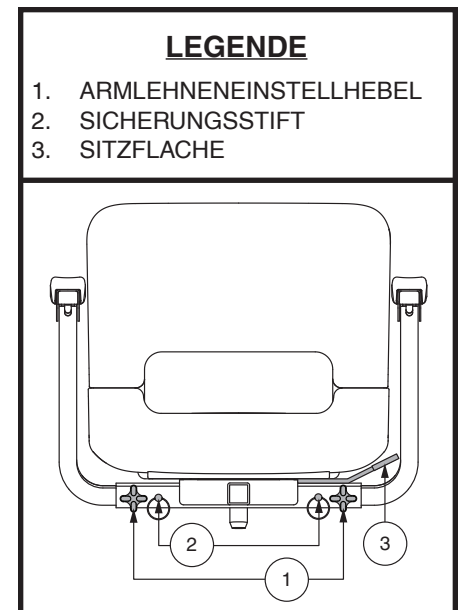

Abb. 14. Sitzeinstellungen
1. Lösen Sie die Armlehneinstellhebel. **Siehe Abb. 14.**
Der Armlehnenwinkel Ihres Scooters kann nach oben oder unten eingestellt werden. Um den Armlehnenwinkel einzustellen, klappen Sie die Armlehne hoch und stellen Sie die Winkelschraube ein, um den gewünschten Winkel zu finden **Siehe Abb. 14.**